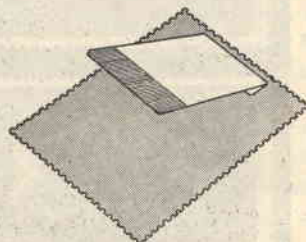

Fig. 4
4) bagnare l'estremità opposta della linguella per un tratto di 6 o 7 mm. di larghezza (fig. 4) e rovesciare il francobollo in corrispondenza dello spazio al medesimo assegnato. Stabilita l'inquadratura esatta, risulterà sufficiente la leggera pressione esercitata sulla faccia del francobollo per determinare l'aderenza della linguella all'album.